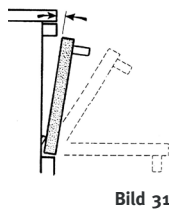

Bild 31
- Die Backrohtür bis auf 5 mm schließen (Bild 31)